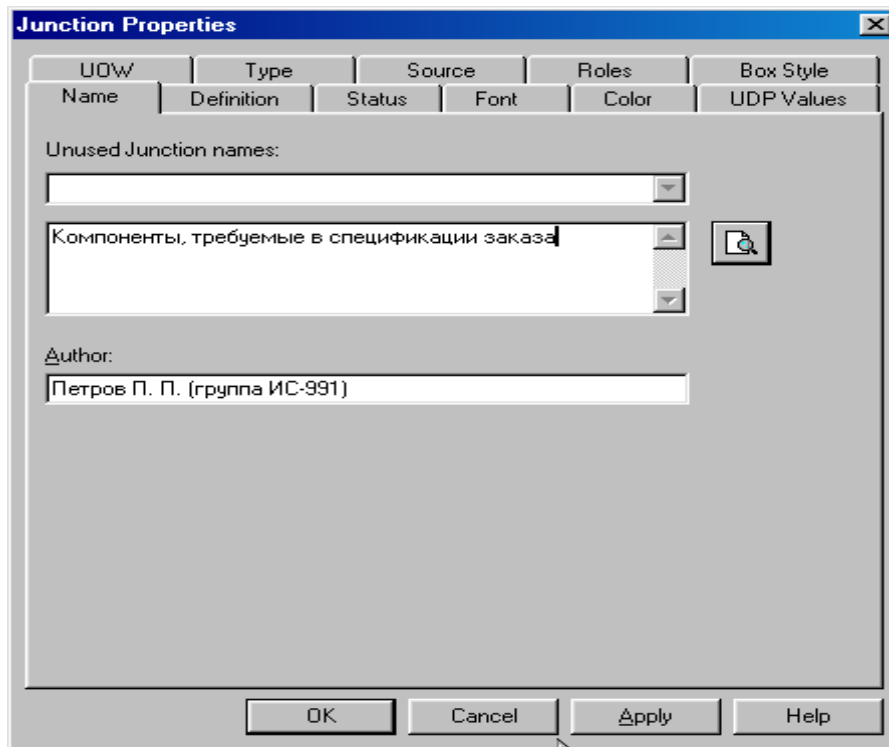

Рисунок 1.60 – Присвоение имени перекрестку J1
8. Правой кнопкой щелкните по перекрестку для разветвления **J1 (fan-out)**, выберите **Name** и внесите имя «**Компоненты, требуемые в спецификации заказа**» (рисунок 1.60).